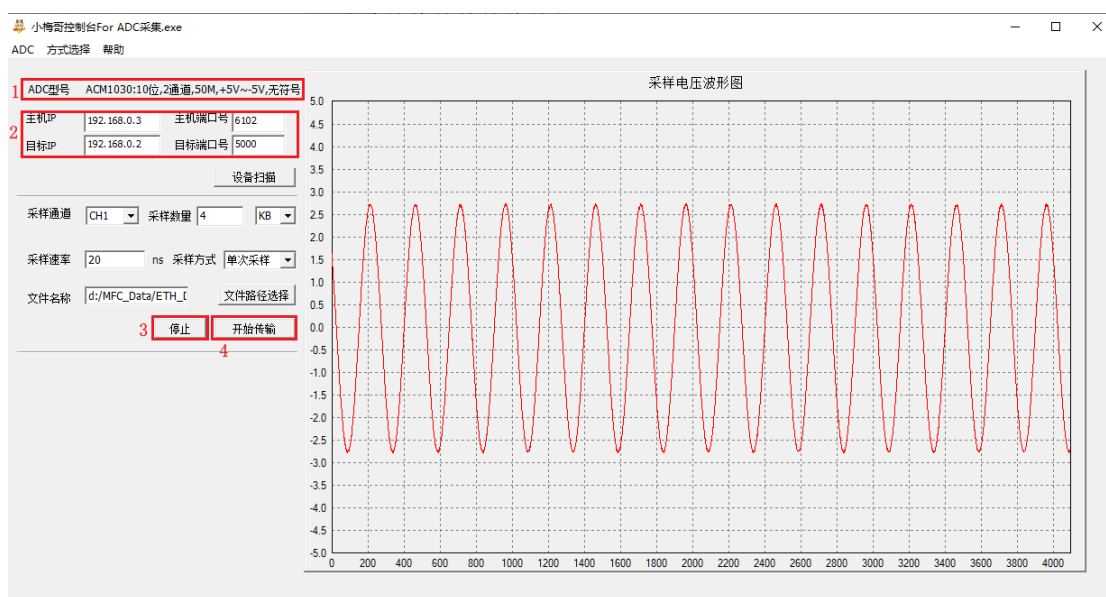

图 1-21 数据采集上位机显示图
5. 点击开始传输之后，可以看到在右边采样电压波形图界面可以直观看波形图，如下图 1-21 所示。需要注意的是波形图的横坐标对应的不是频率，而是采样数量。